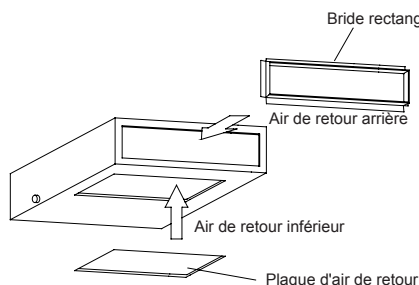

Fig. 37
- (2). L'emplacement d'installation par défaut de la bride rectangulaire se trouve à l'arrière, et la plaque d'air de retour se trouve en bas, comme indiqué dans la Fig. 37.